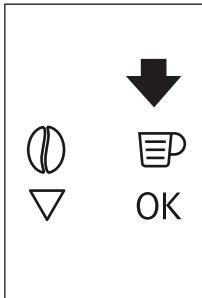
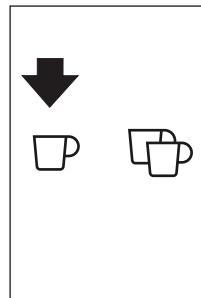
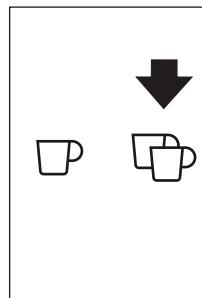

Fig. 18
Fig. 19
Fig. 20
- ▶ Pulse el ícono (B5) (Fig. 18) para seleccionar el tipo de café: espresso, taza pequeña, taza mediana, taza grande o jarra. Pulse el ícono  (B10) (Fig. 19) si desea hacer un café y la tecla táctil  (B11) (Fig. 20) si desea hacer dos. El aparato muele ahora los granos y comienza a dispensar el café en la taza. Una vez dispensada la cantidad programada de café, la máquina interrumpe automáticamente la dispensación y expulsa los posos al recipiente de posos.